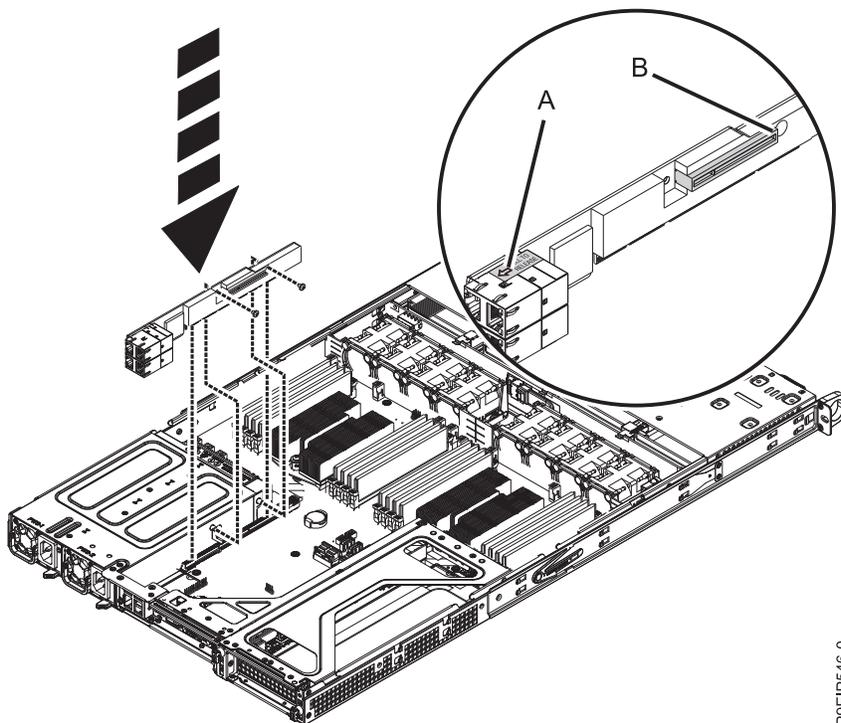

Figura 28. Cómo volver a poner los tornillos de la tarjeta de expansión PCIe
- a. Vuelva a colocar la tarjeta de expansión del adaptador PCIe en la placa posterior del sistema, siguiendo los puntos (A) y (B) que se muestran en la Figura 28.
- b. Vuelva a colocar los dos tornillos para fijar la tarjeta de expansión PCIe al chasis, como se muestra en la Figura 28.